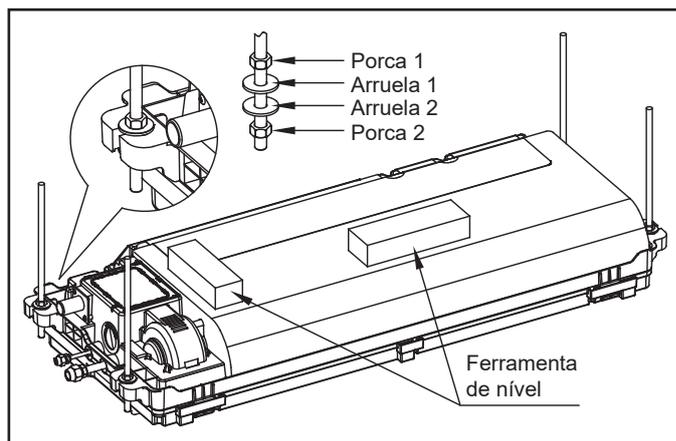

FIG. 17
- Fixe a unidade nas hastes de suspensão e utilize uma ferramenta de nível (nível de bolha) para nivelar corretamente a unidade (Fig. 17).
- Depois de ajustar a altura e verificar se a unidade está nivelada, utilize as quatro arruelas e porcas I para fixar com segurança a unidade nas hastes (Fig. 17).